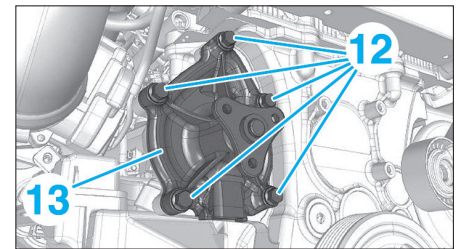

FIG. 43
- les vis (12) de la pompe à eau (13) (Fig.43),
- la pompe à eau (13).